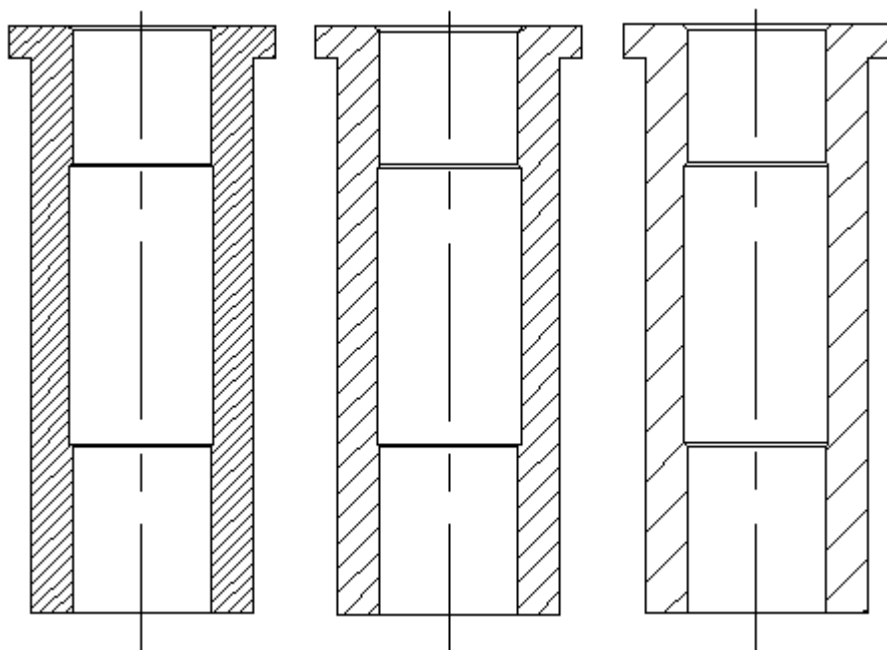

Рис. 8.5. Результат штриховки контура в масштабе 0,5, 1 и 2
11. Щелкните мышью на кнопке **Preview** (Просмотр) для предварительного просмотра результатов штрихования области. После просмотра штриховки нажмите клавишу <Enter> и вернитесь в диалоговое окно. В зависимости от установленного значения масштаба в поле **Scale** (Масштаб), штриховка может оказаться плотной, нормальной или редкой (рис. 8.5).